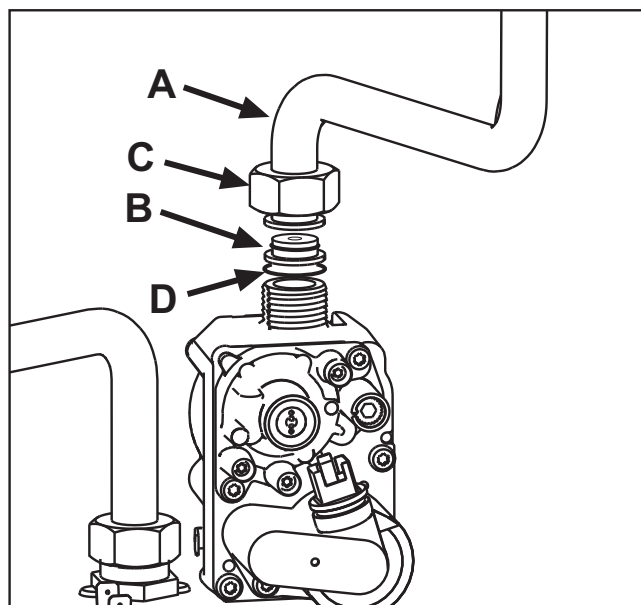

fig. 22
4. Svitare il girello **C** e rimuovere il tubo gas **A** dalla valvola gas (vedi fig. 22).
5. Sostituire l'ugello **B** inserito nel tubo gas con quello contenuto nel kit di trasformazione interponendo la guarnizione **D** (vedi fig. 22).